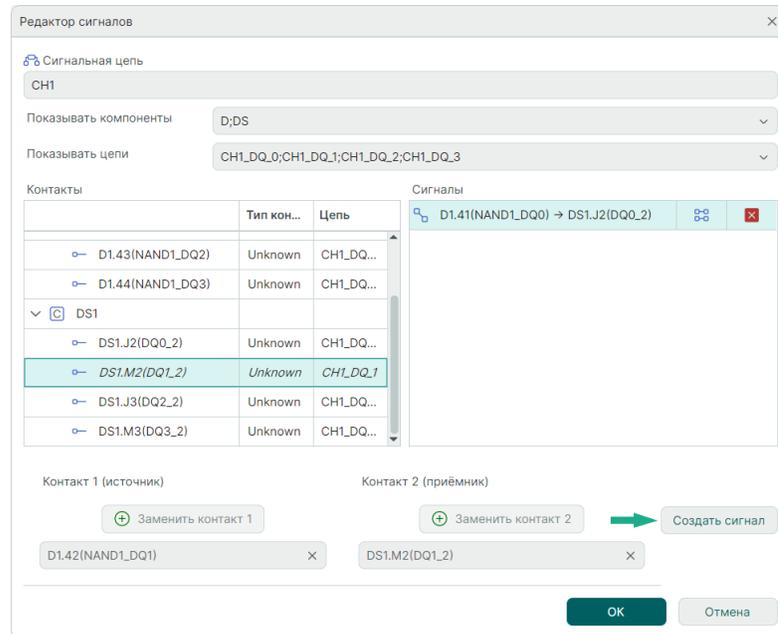

Рис. 399 Создание сигнала в окне редактора
3. В окне «Редактор сигналов» для контактов, входящих в отобранные цепи, определите источник и приемник сигнала. По завершении нажмите кнопку «Создать сигнал», см. Рис. 399.